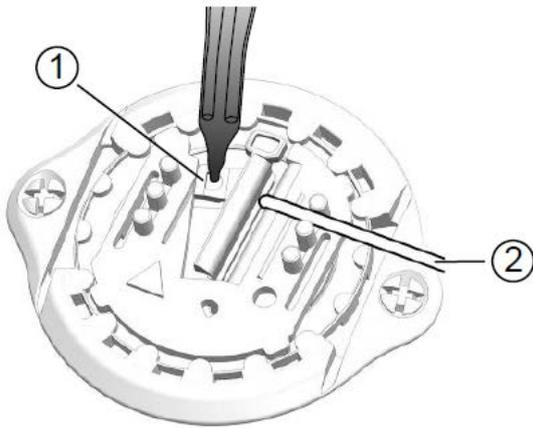

Figura 33. Apertura del clip de soporte.
1. Localice la hendidura de apertura en el clip de soporte cerrado (Figura 33).